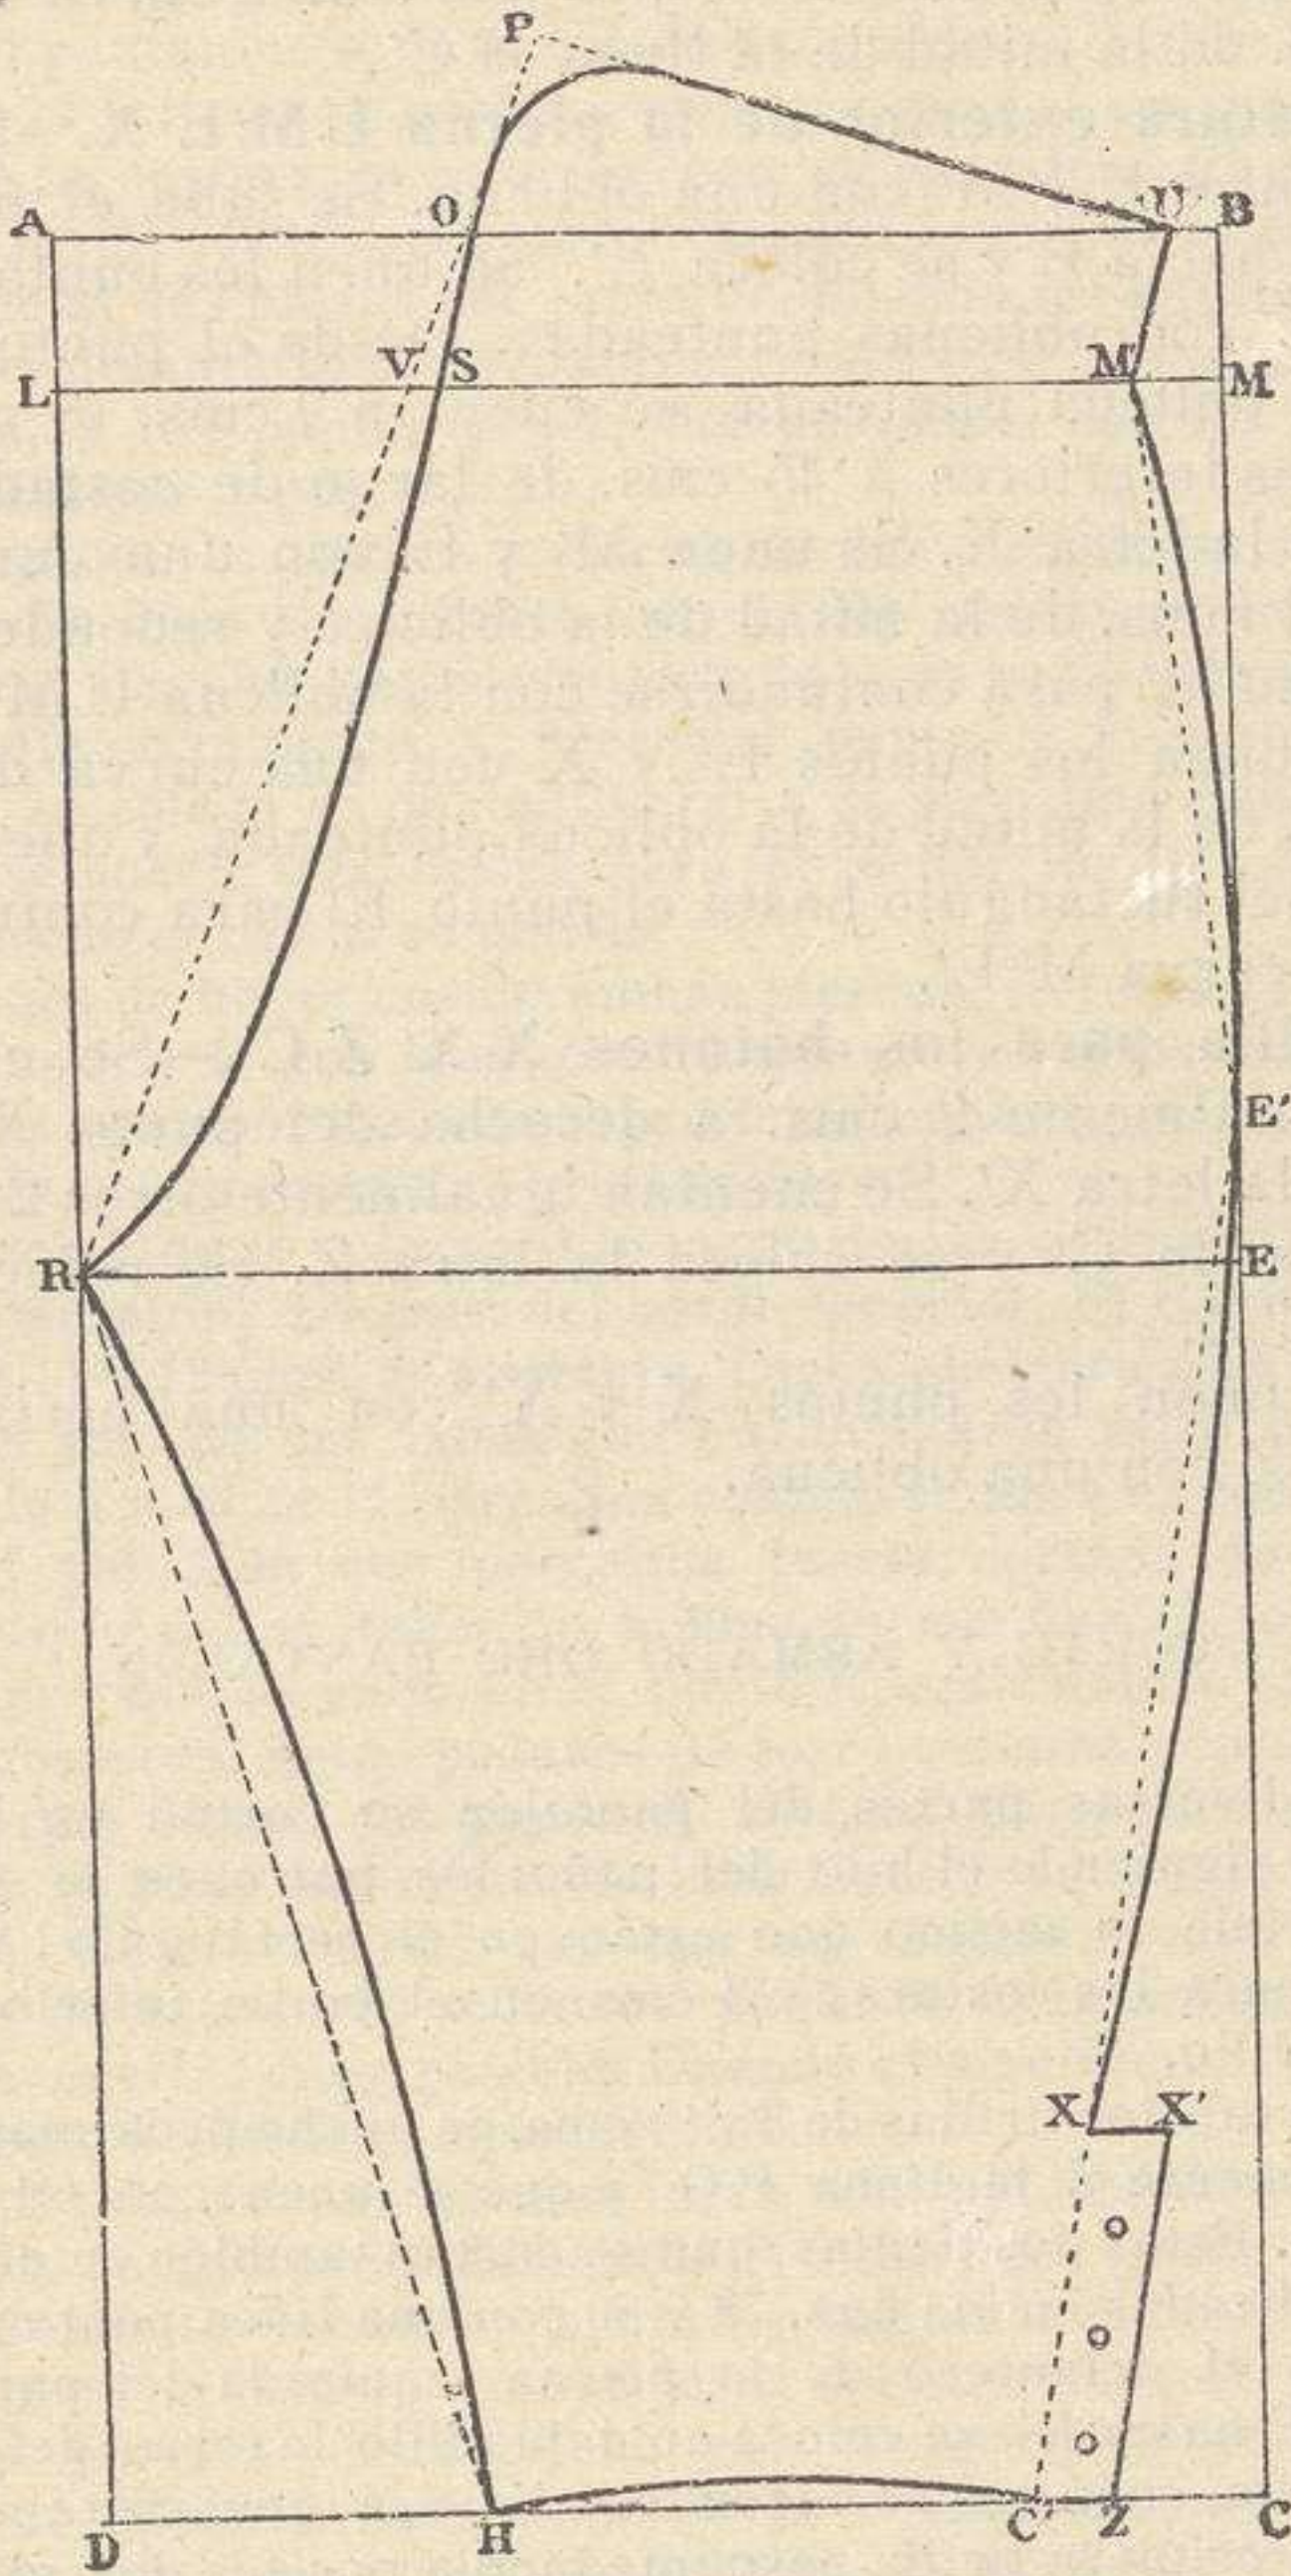

Fig. 81 ( $\frac{1}{5}$  del tamaño real).—Parte posterior del pantalón.
**Borde inferior H C'** (fig. 81).—Desde el punto H, en dirección á C, se cuenta el medio ancho de la rodilla más un cm. y se coloca la letra C'.